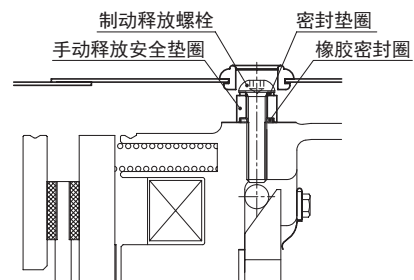

图 44
- (2) 制动器释放后，重新恢复原有状态时，为安全起见，请将(1)中取下的手动释放安全垫圈和橡胶密封圈 3 按原样装回，然后拧紧制动释放螺栓 2。（参见图 44）